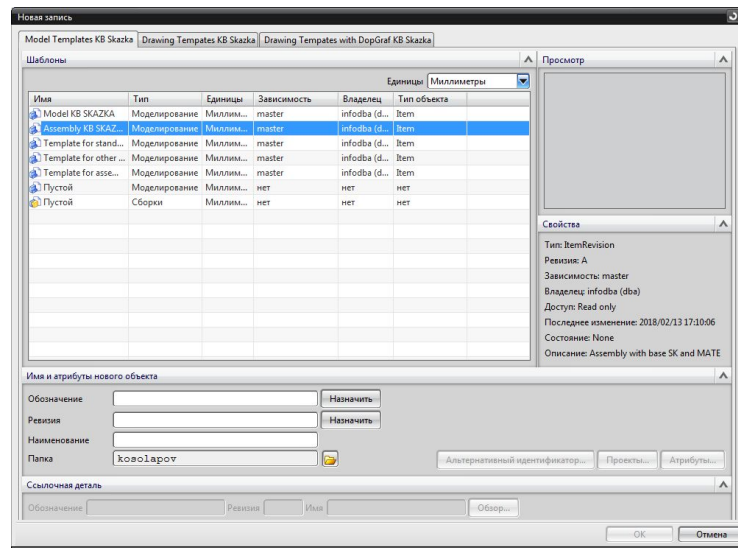

Рис. 32
2. Выберите соответствующий шаблон «Model KB SKAZKA» - для деталей, «Assembly KB SKAZKA» - для сборок. Также необходимо запомнить поля **Обозначение**, назначить **Ревизию** и **Наименование** (Рис.32). **Важно: Обозначение изделия может быть представлен в цифровом виде, либо в буквенном виде, но только на ЛАТИНИЦЕ. Имя изделия позволяет любые символы, кроме спец. символов (!,<,>, и т.д)**